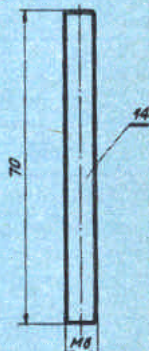

Rys. 8
tniemy blat stolika (15) o wymiarach podanych na rys. 8. W zawiasach (9) wywiercimy dodatkowe otwory o średnicy 3 mm, jak na rys. 9, a następnie przykręcimy je częściami bez dodatkowych otworów do blatu stolika (15) za pomocą wkrętów do drewna. Blat stolika wraz z przykręconymi zawiasami połączymy z rurkami (1) za pomocą śrub M3 z nakrętkami.